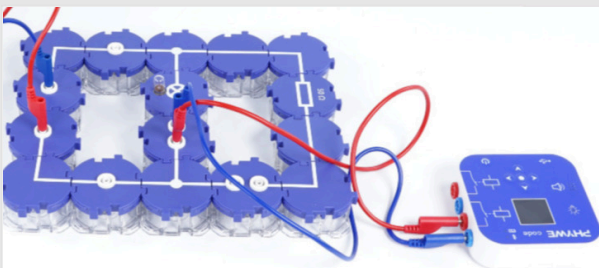

Abb. 3
- Schließe die oberen beiden Anschlüsse des Cobra SMARTSense Code unterhalb der Glühlampe an. Die oberen beiden Anschlüsse sind die, auf der Höhe des PHYWE-Logos. (Abb. 3)